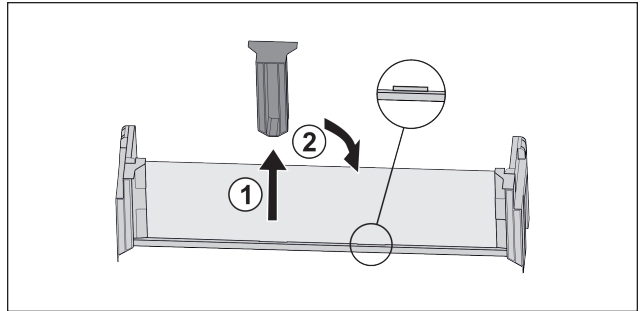

Fig. 83 *
- ▶ Estrarre l'elemento di supporto centrale Fig. 83 (1).*
- ▶ Inserire l'elemento di supporto centrale sulla seconda posizione Fig. 83 (2).*